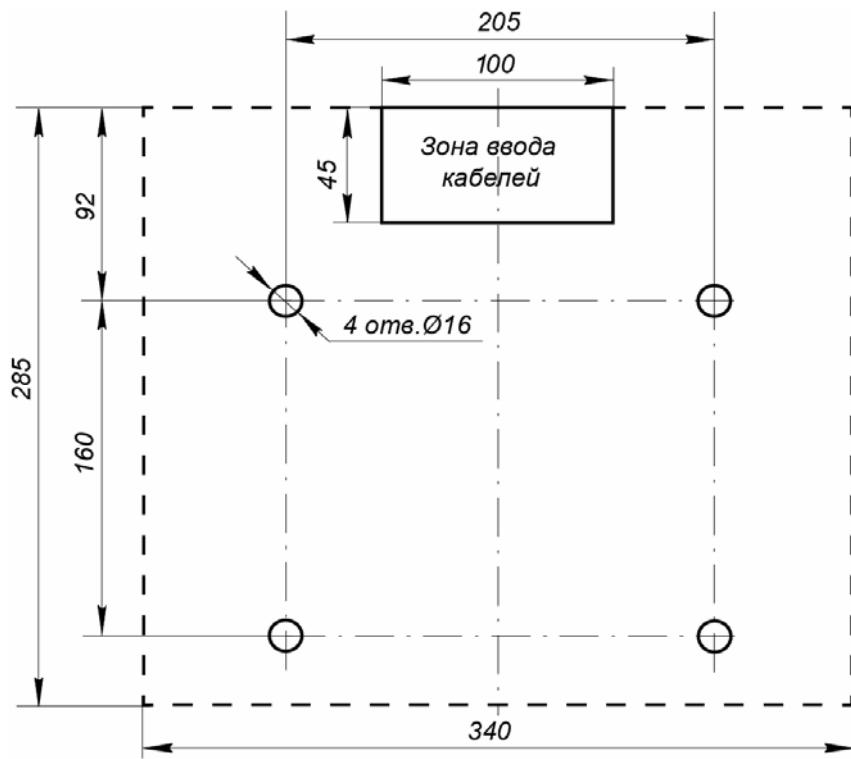

Рисунок 10. Разметка отверстий в полу под крепление стойки турникета (пунктиром показаны габариты основания)
2. В соответствии со схемой, приведенной на рис. 10, произведите разметку и разделку отверстий в полу под гильзы анкеров (15) для крепления стойки турникета.
3. Произведите монтаж источник питания турникета (9) на отведенное для него место в соответствии с инструкцией в имеющейся на него эксплуатационной документации.
4. При необходимости прокладки кабелей под поверхностью пола подготовьте в полу кабельный канал к зоне ввода кабелей в стойку турникета. Расположение зоны ввода кабелей указано на схеме рис. 10.
5. Установите гильзы анкеров (15) в выполненные в полу отверстия так, чтобы они не выступали над поверхностью пола.
6. Снимите крышку турникета (2). Порядок снятия крышки см. в разд. 6.